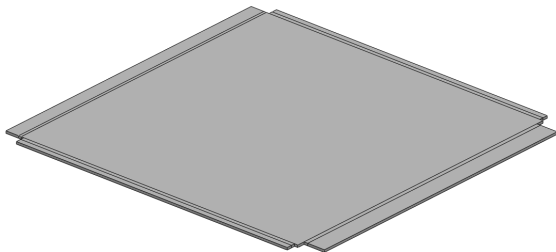

图 13-64 展开钣金特征
(17) 单击菜单栏中的【插入】|【钣金】|【展开】命令，弹出【展开】属性管理器，选择内侧底面，单击【收集所有折弯】和【确定】按钮，展开钣金特征，如图 13-64 所示。